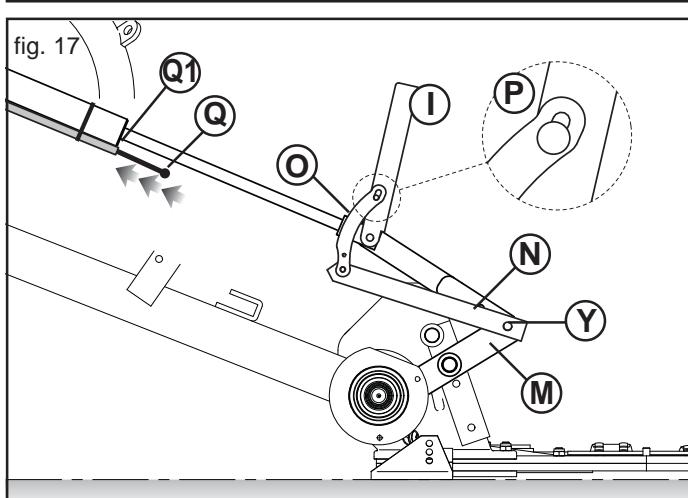

fig. 17
- 1) Placer les tringles (M et N, Fig. 17) dans la position (Y).
- 2) Soulever l'étrier (I), comme l'indique la Figure 17, en le bloquant à l'aide de la tige (O) dans la position inférieure de la fente (réf. P, Fig. 17).
- 3) Pour éviter des inconvénients désagréables pendant la manutention de la barre de coupe, détacher le câble en acier (Q) de la tige (O) en le récupérant jusqu'à la position (Q1).